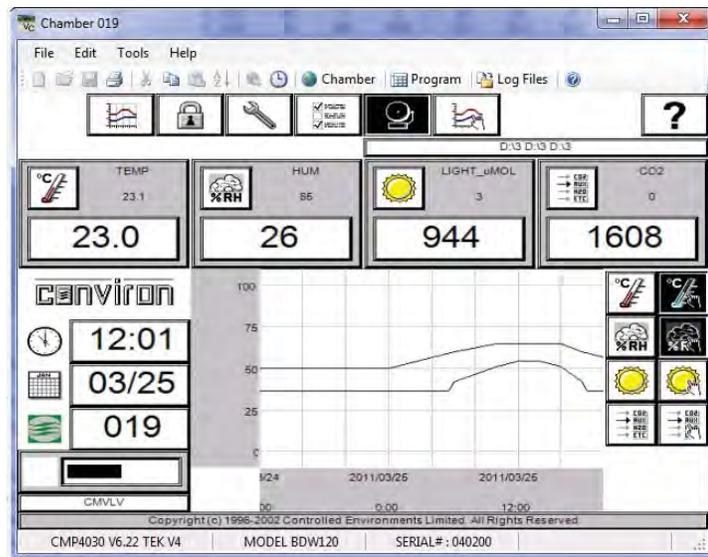

Figure 2.2 : Affichage d'état du CMP5090
4. Une fenêtre contextuelle affichera le message « Net Address changed you must cycle power » (l'adresse électronique a changé et vous devez faire redémarrer l'ordinateur). Sélectionnez OK pour continuer. Après le redémarrage, le nouvel identifiant de l'unité sera affiché dans la fenêtre d'état du contrôleur (voir figure 2.2).